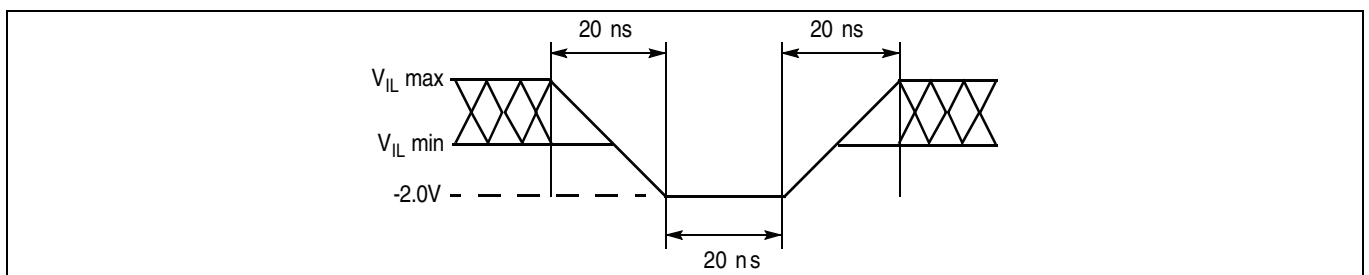
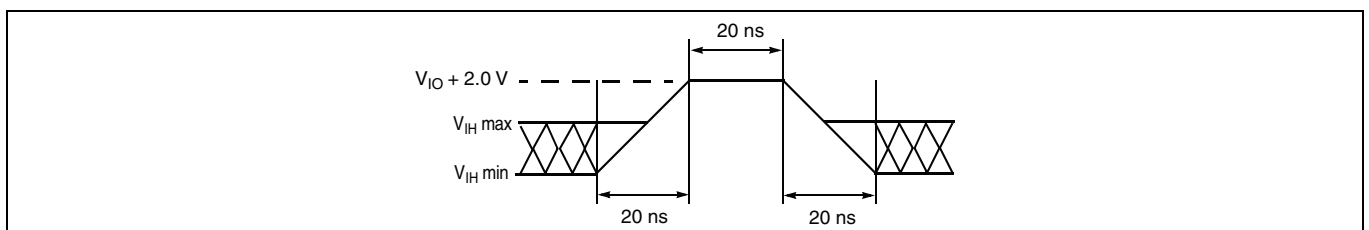

Figure 11 最大ネガティブ オーバーシュート波形
Figure 12 最大ポジティブ オーバーシュート波形
98. 入力ピンまたは I/O ピンの最小 DC 電圧は -0.5 V です。電圧遷移中、入力ピンまたは I/O ピンは、最大 20 ns の間、V_{SS} を -2.0 V にアンダーシュートする場合があります。Figure 11 を参照してください。入力ピンまたは I/O ピンの最大 DC 電圧は V_{CC} + 0.5 V です。電圧遷移中、入力ピンまたは I/O ピンは最大 20 ns の間、V_{CC} + 2.0 V にオーバーシュートする場合があります。Figure 12 を参照してください。